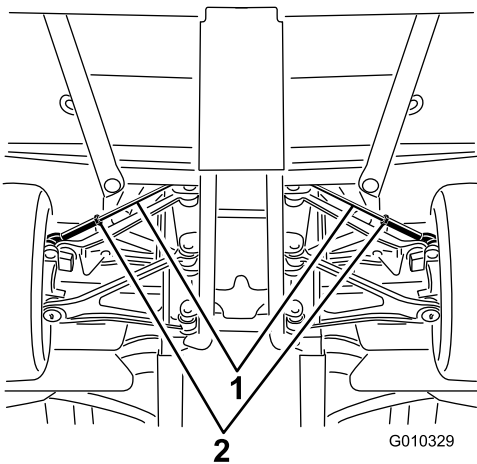

図 49
- A. タイロッドの中心についているジャムナットをゆるめる 図 49。